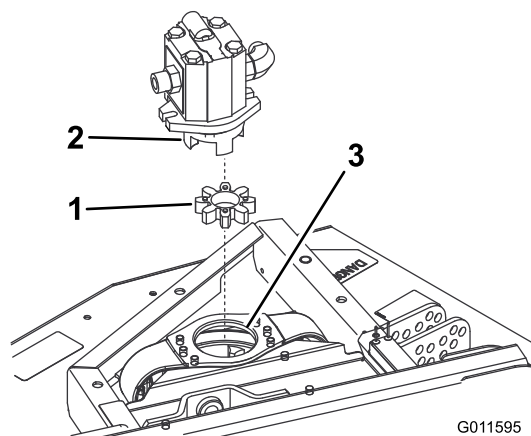

Figure 2
3. Retirez le l'amortisseur en étoile en élastomère de l'accouplement de poulie intérieur. Vérifiez son usure et remplacez-le le cas échéant. S'il est en bon état, mettez-le de côté pour le montage sur le nouveau plateau avant (Figure 2).
Remarque: Vérifiez l'usure du moyeu de l'amortisseur en étoile et remplacez-le au besoin (Figure 2).